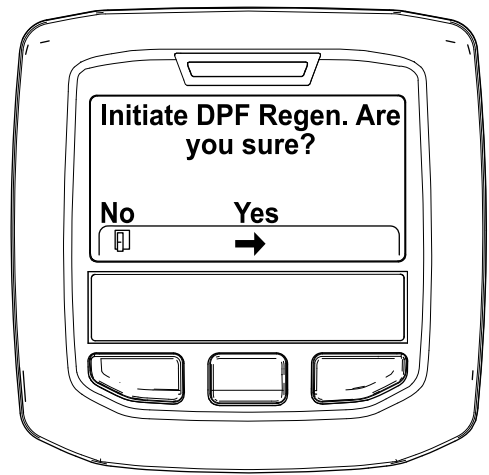

Figura 39
4. Cuando aparezca el mensaje "Initiate DPF Regen. Are you sure?" (Iniciar regeneración de DPF, ¿está seguro), pulse el botón central (Figura 39).